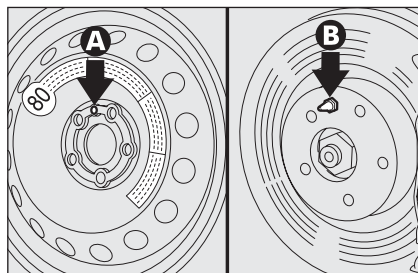

fig. 10
- ☐ monte la rueda de repuesto (más pequeña que una rueda normal) haciendo coincidir uno de los orificios **A-fig. 10** con el espárrago de centrado **B**;
- ☐ monte la rueda de uso normal poniendo cuidado de que el espárrago **B-fig. 10** coincida con uno de los orificios **A**;